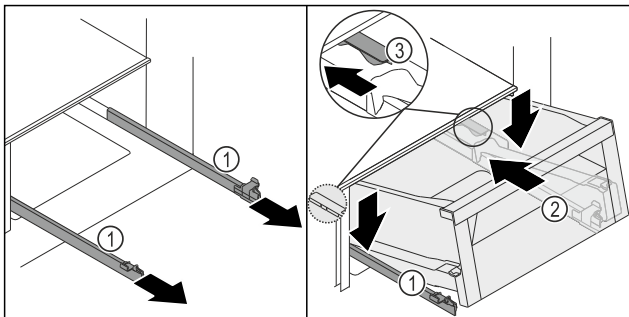
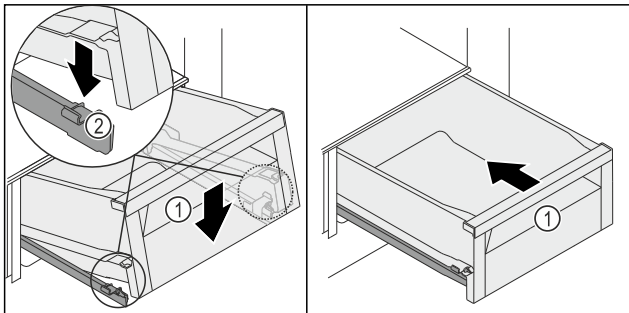

Fig. 202
Fig. 203
- Schienen Fig. 202 (1) festhalten und Schubfach Fig. 202 (2) von oben hinter dem Stopper Fig. 202 (3) auf den Schienen Fig. 202 (1) aufsetzen.
- Schubfach Fig. 202 (2) auf den Schienen Fig. 202 (1) bis zum Anschlag nach hinten schieben.
- Schubfach Fig. 202 (2) vorne absenken, so dass Schubfach links und rechts in die Klemme Fig. 203 (2) rutscht.
- Schubfach Fig. 203 (1) rastet hörbar ein.
- Schubfach Fig. 203 (1) einschieben.